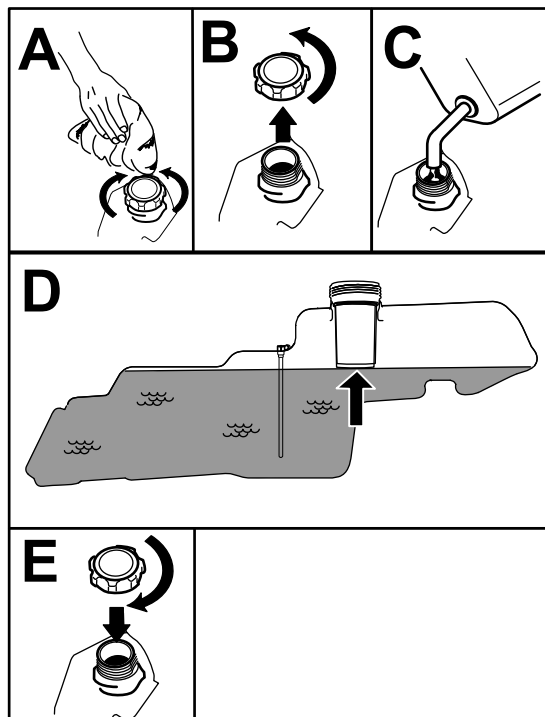

Figura 7
5. Riempite il serbatoio del carburante fino al fondo del bocchettone di riempimento (Figura 7). Non riempite completamente il serbatoio.